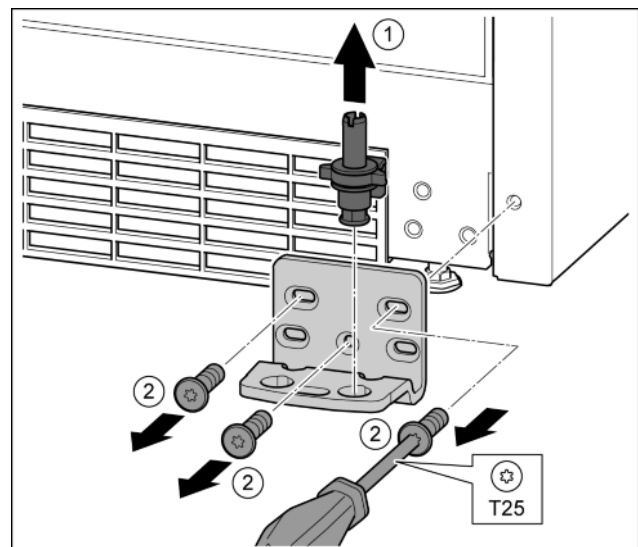

Fig. 14
- ▶ Lagerbolzen komplett nach oben herausziehen. *Fig. 14 (1)*
- ▶ Schrauben mit Schraubendreher T25 herausdrehen und Lagerbock abnehmen *Fig. 14 (2)*